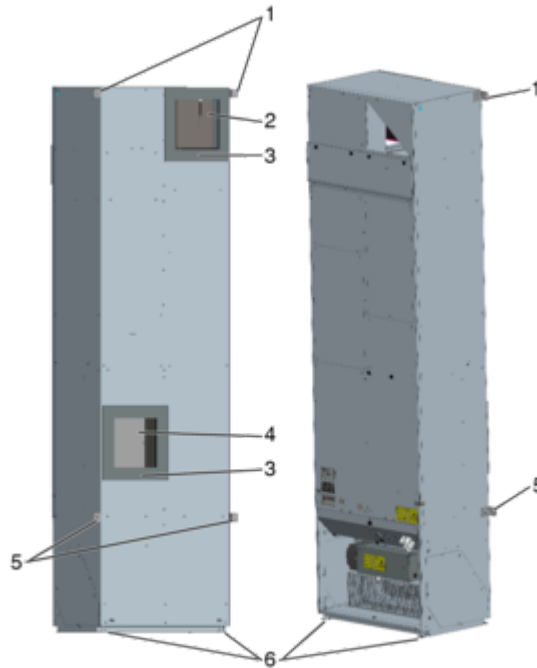

Abb. 4: Geräteaufstellung
1. ▶ Lüftungsgerät mit der Fassadenseite (*Abb. 4 /A*) an die Fassade stellen. Die Luftöffnungen (*Abb. 4 /2* und *Abb. 4 /4*) müssen dabei mit den Öffnungen in der Fassade übereinstimmen, ggf. mit Stellfüßen justieren.
2. ▶ Das Lüftungsgerät mit geeigneten Schrauben (\varnothing 6 mm) an den Befestigungslöchern (*Abb. 4 /1* und *Abb. 4 /5*) mit der Fassade verschrauben.